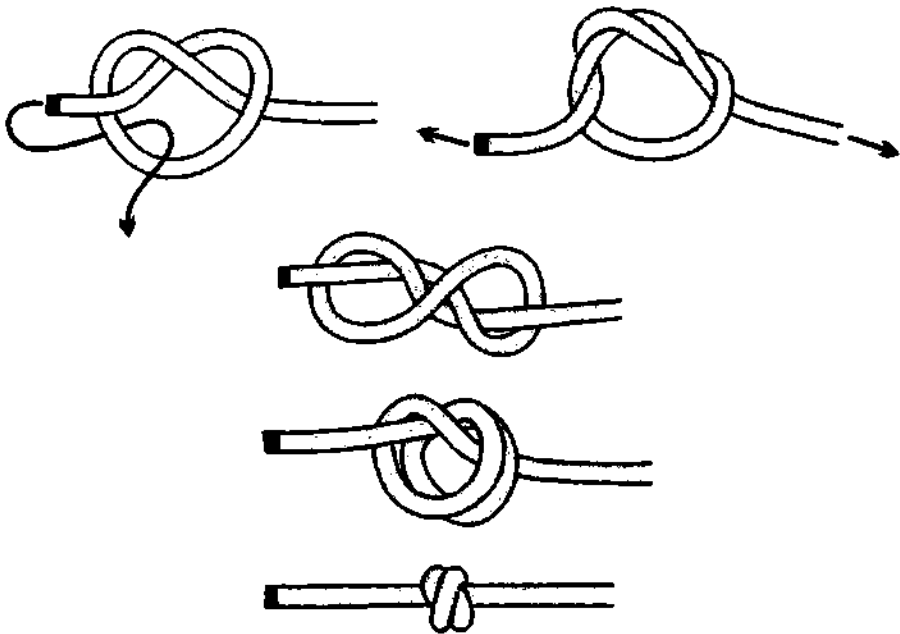

Рис. 82. Завязывание *двойного простого узла* «восьмёркой».
**Двойной простой узел** можно завязать, сформировав шлагги 1-м способом. Чтобы узел принял нужную форму (форму восьмёрки) необходимо одновременно потянуть за оба конца. После узел аккуратно затягивается (рис. 82). Таким способом рыбаки обычно привязывают к леске крючок.